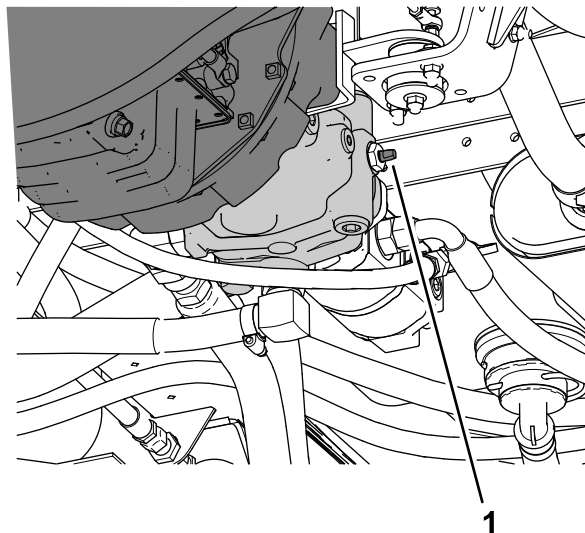

图 60
3. 将拖车阀 图 60 向任意方向旋转 90° 打开拖车阀。